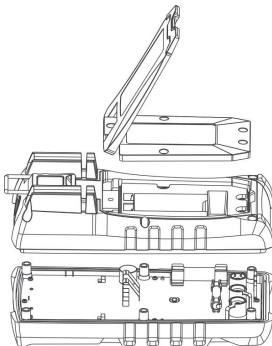

Рис.11. Замена батареи и предохранителей
8. Замена батареи и предохранителей (рис. 11)